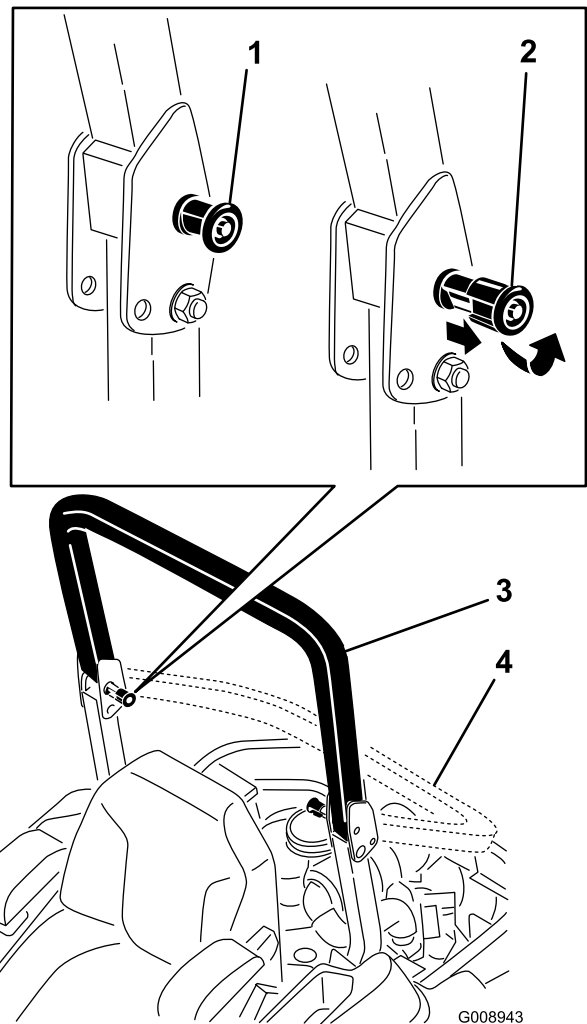

Figure 7
2. Tirez sur les deux boutons et tournez-les à 90° pour les désengager (Figure 7).
3. Faites pivoter l'arceau de sécurité à la position abaissée (Figure 7).
4. Pour relever l'arceau de sécurité à la position d'utilisation, tournez les boutons de sorte à les déplacer partiellement dans les rainures (Figure 7).
5. Redressez l'arceau de sécurité en position relevée tout en poussant dessus ; les goupilles s'engagent en position quand les trous sont en face (Figure 7). Appuyez sur l'arceau de sécurité et vérifiez que les deux goupilles sont engagées.